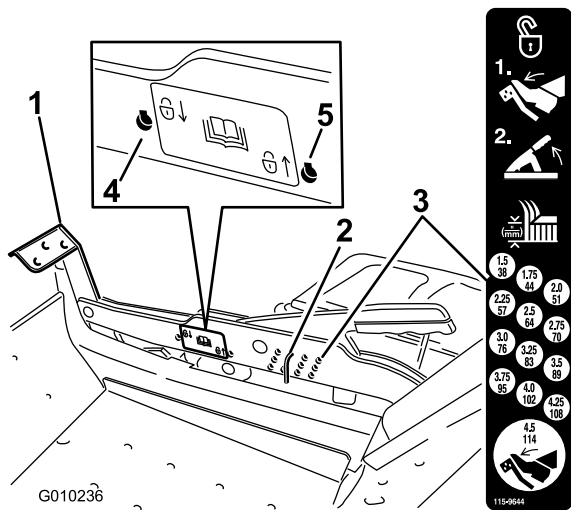

Figure 25
1. Appuyez sur la pédale de relevage du plateau de coupe avec le pied et relevez le plateau en position de transport (qui est aussi la position de hauteur de coupe de 114 mm) (Figure 25).
2. Pour changer de hauteur de coupe, retirez l'axe du support de hauteur de coupe (Figure 25).
3. Placez l'axe dans le trou du système de hauteur de coupe correspondant à la hauteur de coupe voulue (Figure 25).
- Appuyez sur la pédale de relevage du plateau de coupe avec le pied et relevez le plateau en position de transport (qui est aussi la position de hauteur de coupe de 114 mm) (Figure 25).
- Retirez l'axe du support de hauteur de coupe (Figure 25).
- Sélectionnez un trou sur l'autocollant de verrouillage et insérez l'axe (Figure 25).